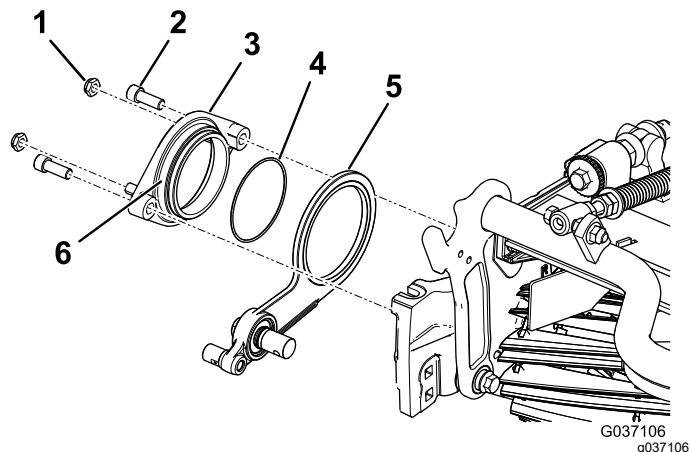

Figura 9
- Applicate un composto frenafili sul diametro esterno del gruppo del mozzo girevole (Figura 9).
- Fissate il mozzo girevole sul gruppo tendicinghia al cilindro utilizzando 2 bulloni a esagono incassato (Figura 9).
- Montate, senza serrarli, i 2 dadi di bloccaggio sul mozzo girevole (Figura 9).